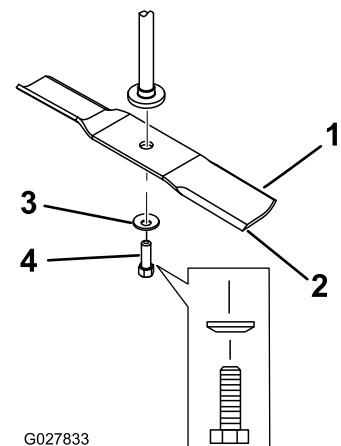

Figura 47
2. Retire del eje el perno de la cuchilla, la arandela curva y la cuchilla (Figura 47).
1. Instale la cuchilla en el eje (Figura 47).
2. Instale la arandela curva (con la copa hacia la cuchilla) y el perno de la cuchilla (Figura 47).